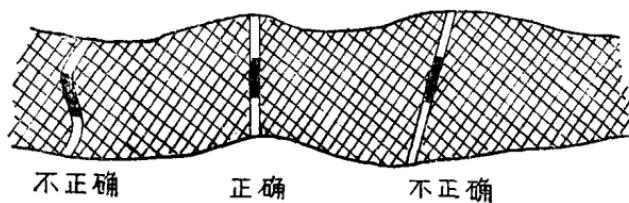

图44 布样时要与矿层走向垂直
3. 刻槽取样的具体做法：我们所用的都是直线连续刻槽法，要垂直矿体的走向进行刻取（取一个样或几个样，由矿体厚薄和样段的长度而定），刻槽要保持一条直线，不能东歪西折（图44）。